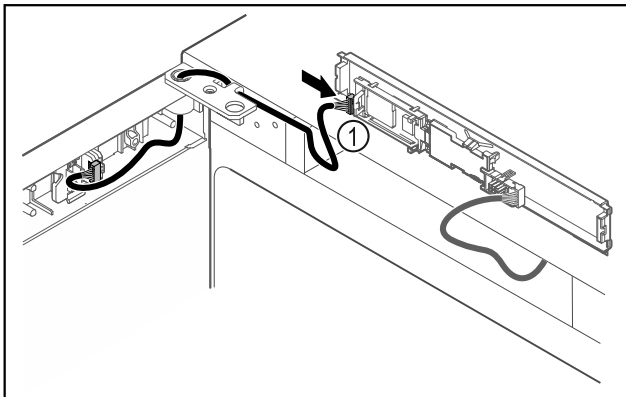

Fig. 44
- ▶ Stecker Fig. 44 (1) an Platine anstecken.